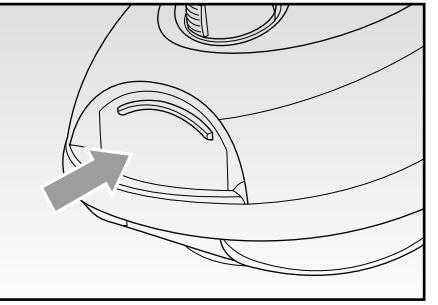

Fig. 6
- Aprire il comparto sacchetto spingendo verso l'esterno l'apposita levetta (FIG. 6).